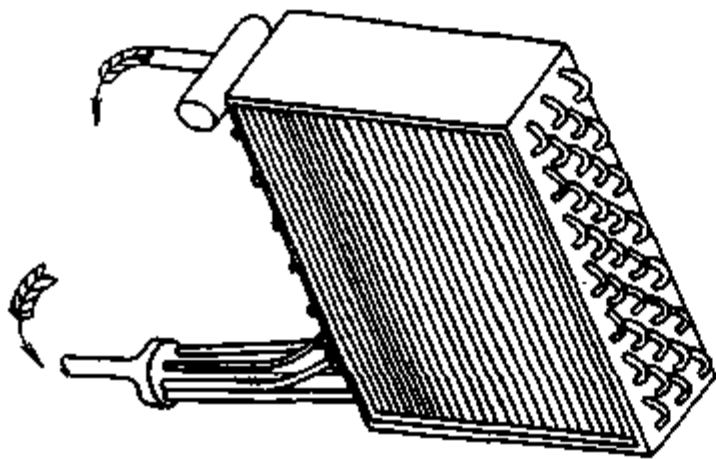

图 2-15 蒸发器
(2) 蒸发器。房间空调器用蒸发器，其结构形式与风冷式冷凝器相似，是把紫铜管约 8~10 根并排在一起，排成两排、四排、六排等，用弯头连接成管道，如图 2-15 所示。蒸发器入口端装有分配器，使制冷剂均匀、合理进入蒸发器蒸发。